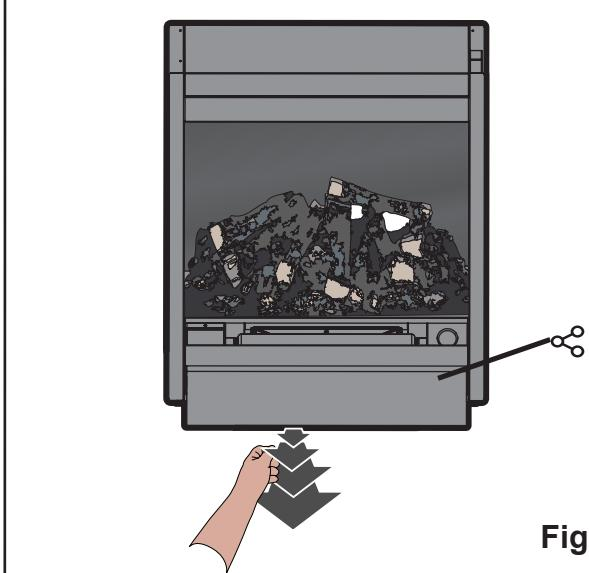

Fig.3
1. Dejando encendido el efecto de llama, abra completamente el cajón, tire suavemente hacia afuera del cajón por la lengüeta. (Vea la Fig. 3)
2. Estire el cajón lo máximo posible con la lengüeta. (Vea la Fig. 3)
1. Pulse el interruptor "A" hacia la posición "OFF" (0) (apagado).
2. Tire suavemente del cajón para extraerlo lo máximo posible. (Vea la Fig. 3)
1. Tire suavemente del cajón para extraerlo lo máximo posible. (Vea la Fig. 3).